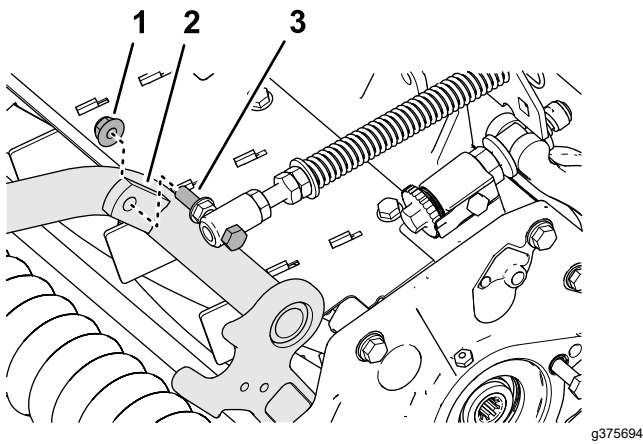

Figura 13
- Monte el tornillo del muelle de compensación del césped en la pestaña derecha del bastidor de tiro (Figura 13) con la contratuerca con arandela prensada ($\frac{3}{8}$ ").